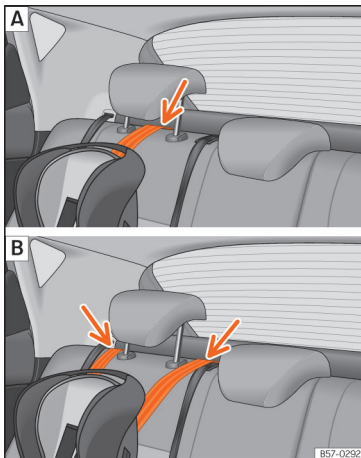

Abb. 28 Rücksitze: Einstellung und Einbau je nach Top Tether-Gurt.
- Führen Sie den Gurt unter der Kopfstütze des Rücksitzes durch » Abb. 28 (in Abhängigkeit der Gebrauchsanweisungen des Kindersitzes ggf. Kopfstütze anheben oder entfernen).